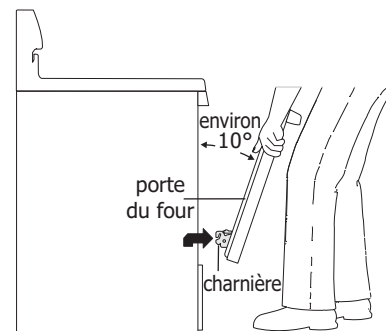
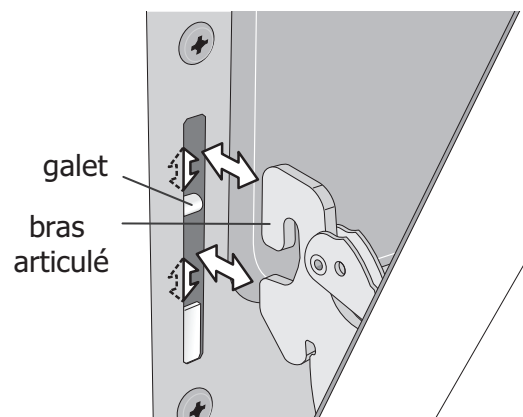

Figure 68: Verrous de charnière de porte déverrouillés
Figure 69: Repose du bras articulé et du galet
3. Tenez fermement les deux côtés de la porte du four. Ne soulevez pas la porte du four par la poignée (voir Figure 68).
4. Fermez la porte à environ 10 degrés du cadre de la porte (voir la Figure 68).
5. Soulevez les bras des charnières de la porte au-dessus des broches de rotation situées de chaque côté du cadre du four (voir la Figure 69).
1. Tenez fermement les deux côtés de la porte du four. Ne soulevez pas la porte du four par la poignée (voir Figure 68).
2. En maintenant la porte au même angle d'extraction, placez le crochet du bras de charnière sur les goupilles de rotation situées de chaque côté du cadre de la porte (voir Figure 69 et Figure 68). Le crochet sur les bras de charnière doit être complètement inséré dans les goupilles de rotation.
4. Poussez les loquets des charnières gauche et droite vers le haut et dans le cadre du four jusqu'à ce qu'ils soient verrouillés (voir Figure 68).